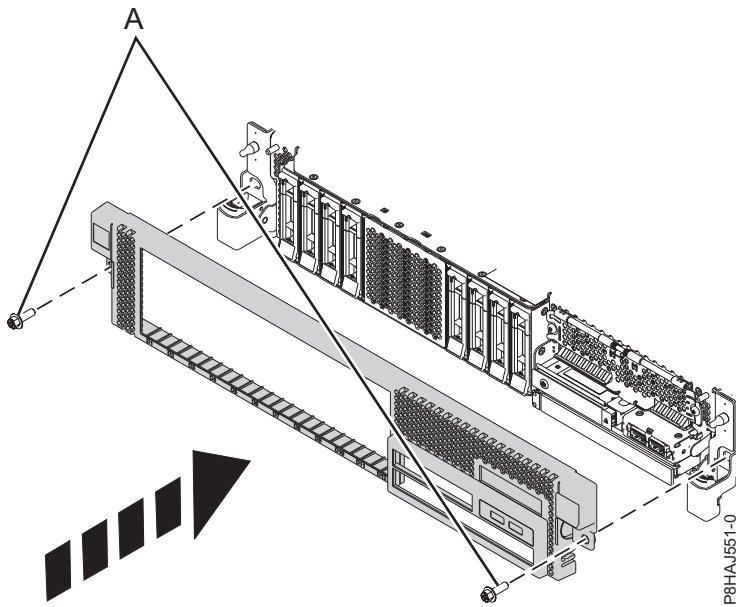

Figure 55. Installation du capot avant
3. Appuyez sur les loquets dans le sens indiqué dans la figure 55, à la page 70. Le capot avant se met en place ; il est doté d'un renforcement permettant de le tenir plus facilement.
4. Remettez en place les vis de transport (A).